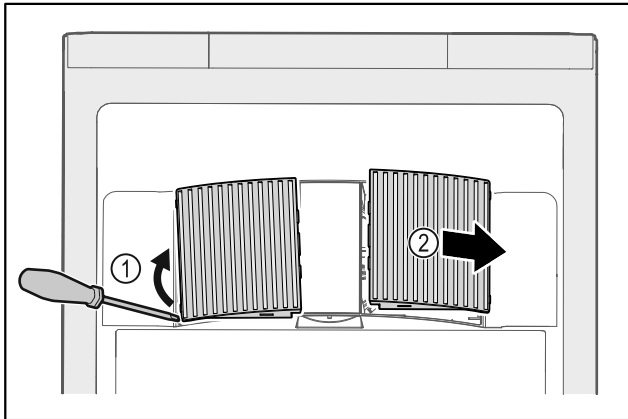

Fig. 234
- ▶ Abrir cuidadosamente las cubiertas del ventilador haciendo palanca por un lado Fig. 234 (1) y retirarlas hacia delante Fig. 234 (2).